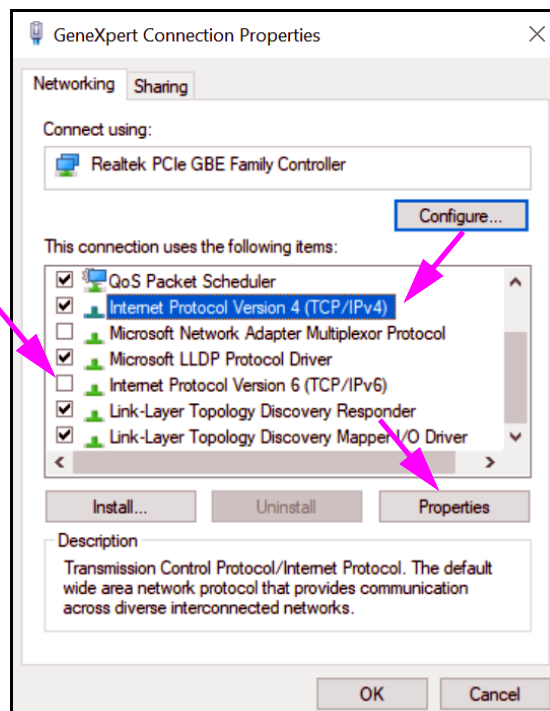

Figura 2-48. Ecranul Proprietăți conexiune GeneXpert
7. Selectați **Proprietăți (Properties)** din meniul vertical. Apare ecranul afișat în Figura 2-48.
8. Pe ecranul Proprietăți conexiune GeneXpert (GeneXpert Connection Properties) (prezentat în Figura 2-48) debifați caseta de lângă **Internet Protocol Versiunea 6 (TCP/IPv6) (Internet Protocol Version 6 (TCP/IPv6))**. Evidențiați **Internet Protocol**